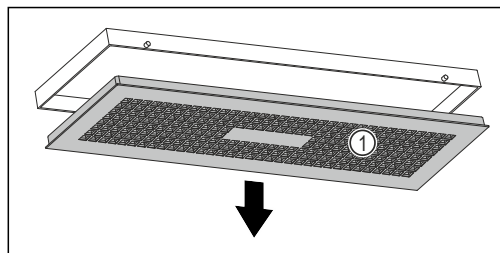

Fig. 161
- Медленно поверните водяной блок вниз, удерживая при этом крышку Fig. 161 (1).
- Снимите крышку Fig. 161 (1).